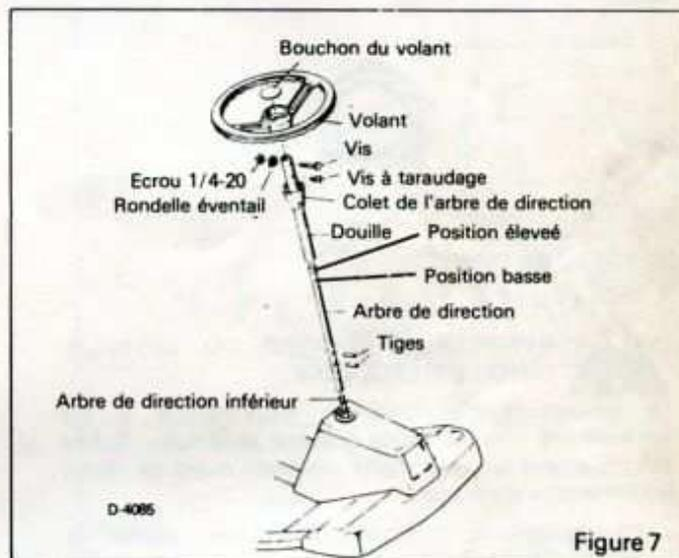

Figure 7
9. VOLANT (Fig. 7).
- b. Insérez la douille dans le colet du volant. Choisir la hauteur de volant qui convient, (voir les positions élevée et basse de la figure 7) faire correspondre les trous du volant, de la douille du volant et l'arbre de direction et bien attacher avec la vis, la rondelle éventail et l'écrou. Bien serrer.